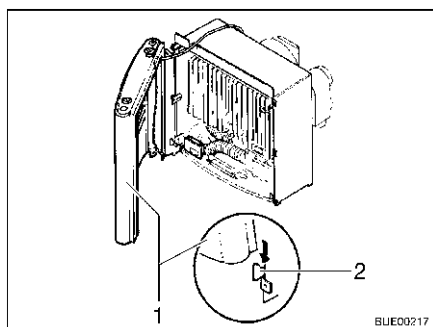

Fig. 85 Copertura del riscaldamento, passanti di sostegno
- Montare la copertura del riscaldamento. Collocare la copertura (Fig. 85,1) sui passanti di sostegno inferiori (Fig. 85,2).